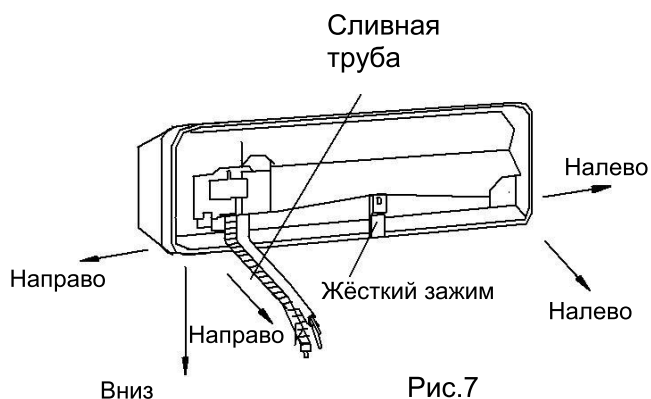

Рис.7
См. рис. 7. 2.
1. Соединение правой задней трубки (аналогично правой нижней трубке) (дополнительно, см. Рис.7)